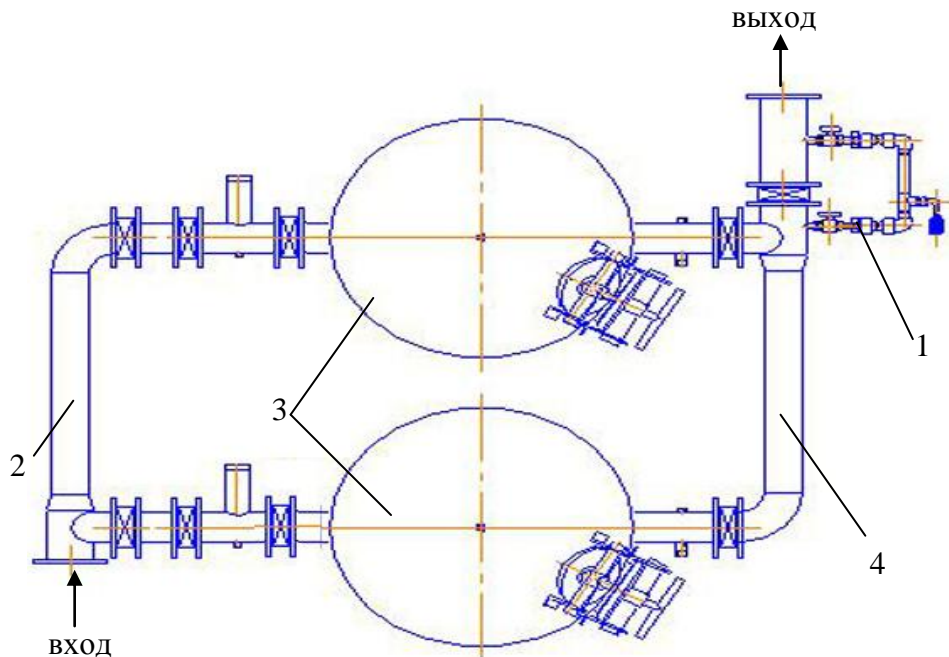

Рис. 1. Устройство фильтростанции
Фильтростанция (рис.1) состоит из удобрительного узла с инжектором для внесения удобрений (1) и фильтрующего блока соединенных совместно системой коллекторов. В фильтрующий блок, вода поступает по распределительному патрубку (2), проходит фильтрацию параллельно через два гравийных фильтра ФГ-50/3” (3) , через сборный патрубок (4) и блок дисковых фильтров поступает на полив. Промывка гравийных фильтров происходит последовательно, вода фильтрованная через один фильтр подается на промывку второго.